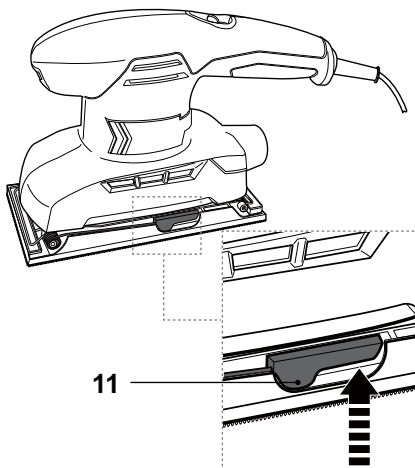

Fig. 3
- > Tire de la palanca de sujeción (11) hacia arriba para desengancharla del cierre (Fig. 3).